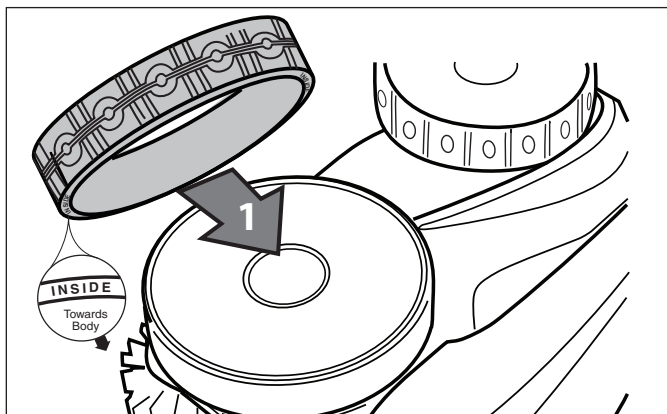

Figura 33. Orientación de los neumáticos de repuesto
- Para reemplazar el neumático, ubique el neumático en la rueda, asegurándose de orientarlo de modo que la palabra "ADENTRO" quede hacia el cuerpo del limpiador (Figura 33).